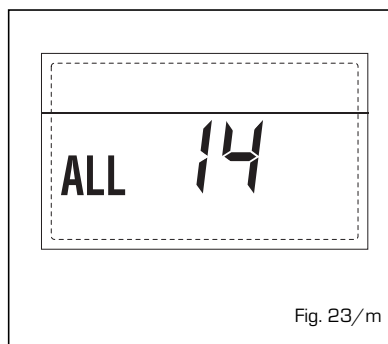

Fig. 23/m
- **ANOMALIA DO VENTILADOR "ALL 15" (fig. 23/n)**